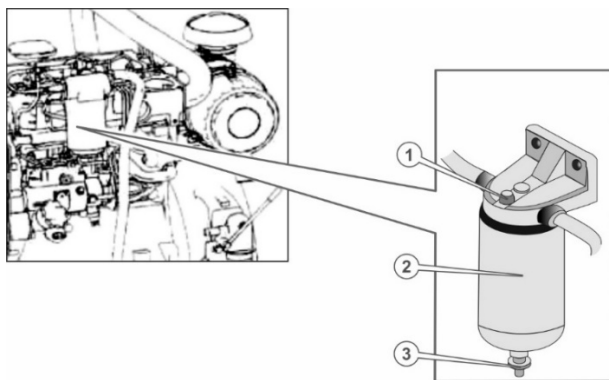

Рисунок 30. Схема розташування паливного фільтра.
6.16 Обслуговування паливного фільтра (рис. 30).